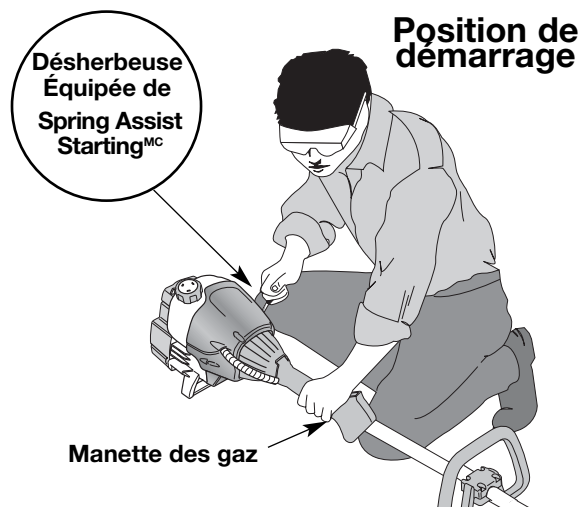

Fig. 11
AVERTISSEMENT : évitez tout démarrage accidentel. Tenez-vous en position de démarrage lorsque vous tirez sur la corde de démarrage (Fig. 11). L'opérateur et l'appareil doivent tous deux être en position stable pour éviter des blessures graves.
4. Accroupissez-vous en position de démarrage (Fig. 11), pressez la poignée des gaz et tirez le cordon de démarrage d'un **mouvement contrôlé et ferme** à 5 reprises.